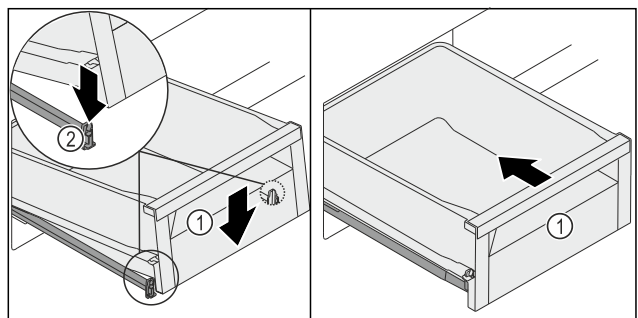

Fig. 120
- Schubfach Fig. 120 (1) vorne absenken, so dass das Schubfach links und rechts in die Klemme Fig. 120 (2) rutscht.
- Schubfach Fig. 120 (1) rastet hörbar ein.
- Schubfach Fig. 120 (1) einschieben.